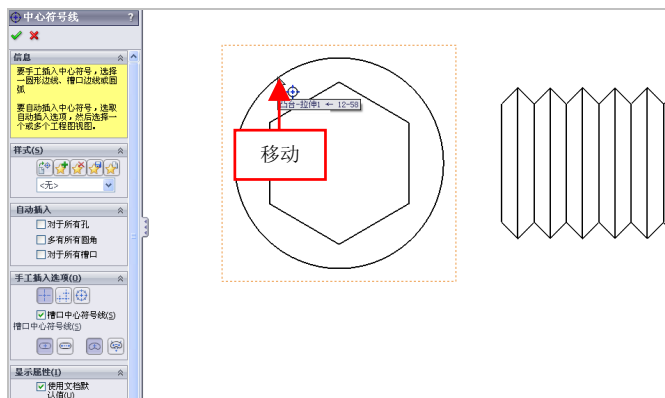

图 12-60 移动鼠标位置
(3) 弹出【中心符号线】对话框，在绘图区中，移动鼠标指针至左侧视图的圆上，如图 12-60 所示。